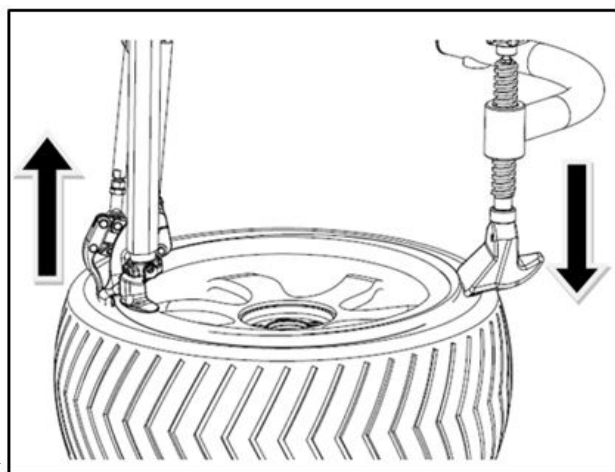

FIG31
- Hvis demontagekrogen ikke kan løfte dækkanten op pga. en hård RSC-dæk under løft, kan du bruge hjælpearmsens trykklods til at trykke dækket ned. Trykklodsen kan trykke 40-80 cm ned på den modsatte side af demontagehovedet, hvilket hjælper krogen med at løfte dækkanten jævnt, som vist i FIG31.